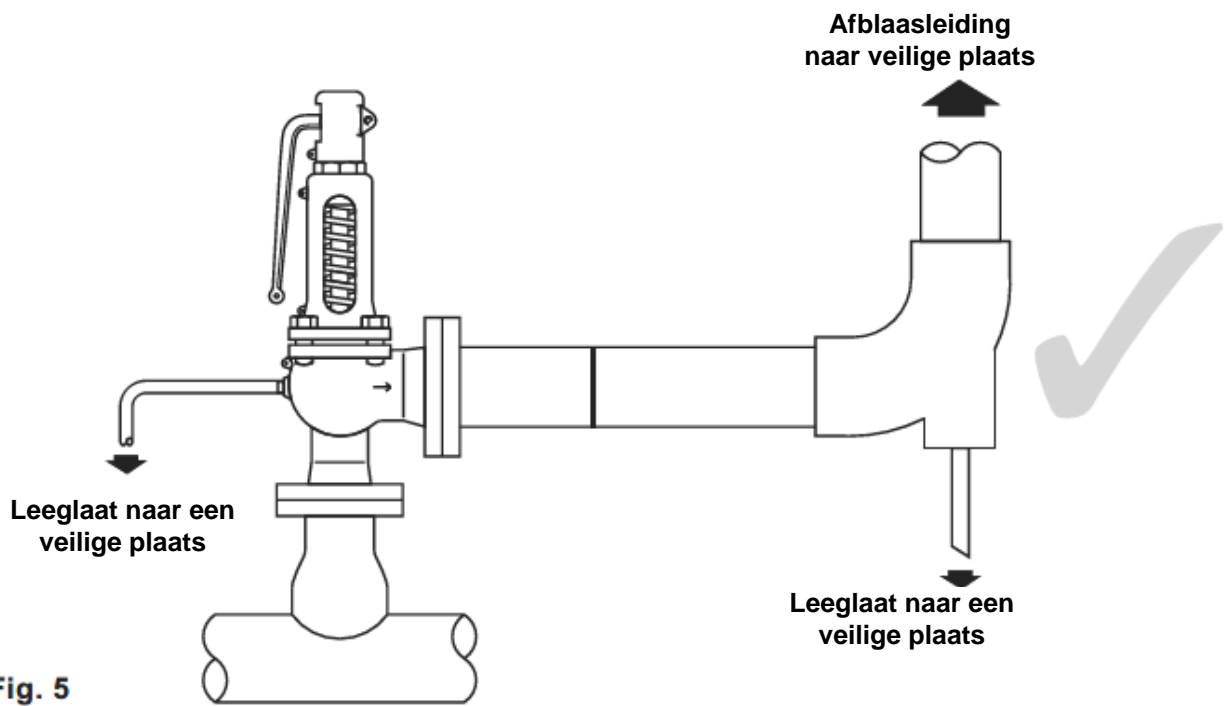

Fig. 5
8. Indien de afblaasleiding naar boven loopt dient een ontwatering voorzien te worden op het laagste punt (Fig.5). Leid deze ontwatering af naar een veilige plaats.